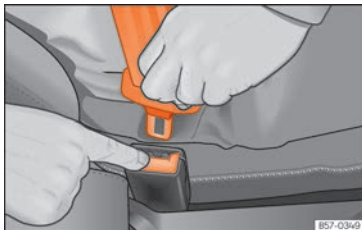

Fig. 12 Relâcher la languette du boîtier de verrouillage la fermeture de la ceinture.
- Appuyez sur la touche rouge sur le boîtier de verrouillage »» fig. 12. Le pêne sera expulsé du boîtier de verrouillage.